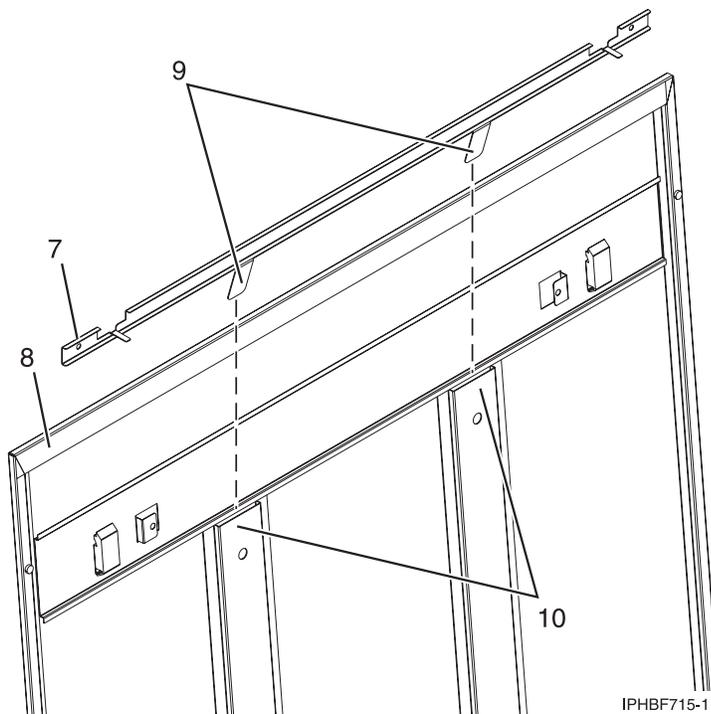

Figura 55. Instalando uma barra de deslizamento de segurança
- b. Assegure-se de que o lado plano do trilho da barra deslizante (7) em Figura 55, fique voltado para o lado interno do painel da tampa (8). Insira as duas guias (9) no trilho da barra deslizante nos dois canais de suporte verticais (10) no painel da tampa lateral.